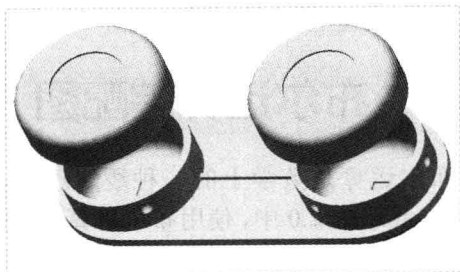

图 11-75 自动爆炸视图
Step 03 执行操作后，即可自动爆炸视图，如图 11-75 所示。